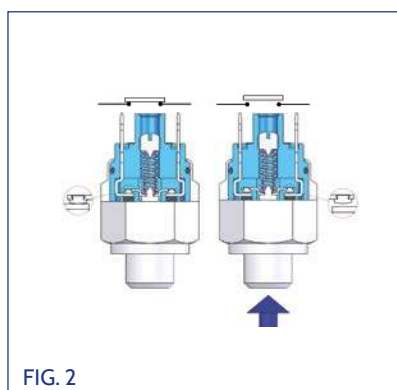
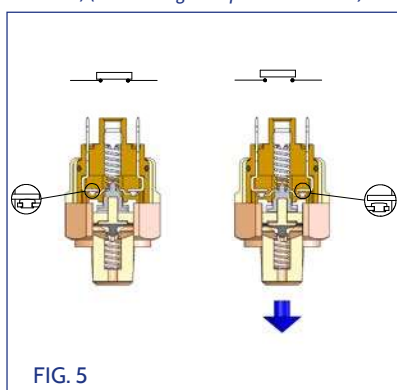

FIG. 2
FIG. 5
- La rappresentazione di Fig. 2 (Fig. 5 per il vuoto) mostra un pressostato con contatti NORMALMENTE CHIUSI (N.C.) in assenza di pressione. In assenza di pressione i contatti sono chiusi e il segnale è presente sui contatti esterni. Al raggiungimento della pressione di taratura il contatto elettrico si solleva interrompendo il segnale
- Figure 2 (Fig. 5 for vacuum) shows a pressure switch with NORMALLY CLOSED (NC) contacts in the absence of pressure. The contacts are closed and the signal appears on the external contacts. When the set pressure is reached, the electric contact is raised and the signal is ruptured.